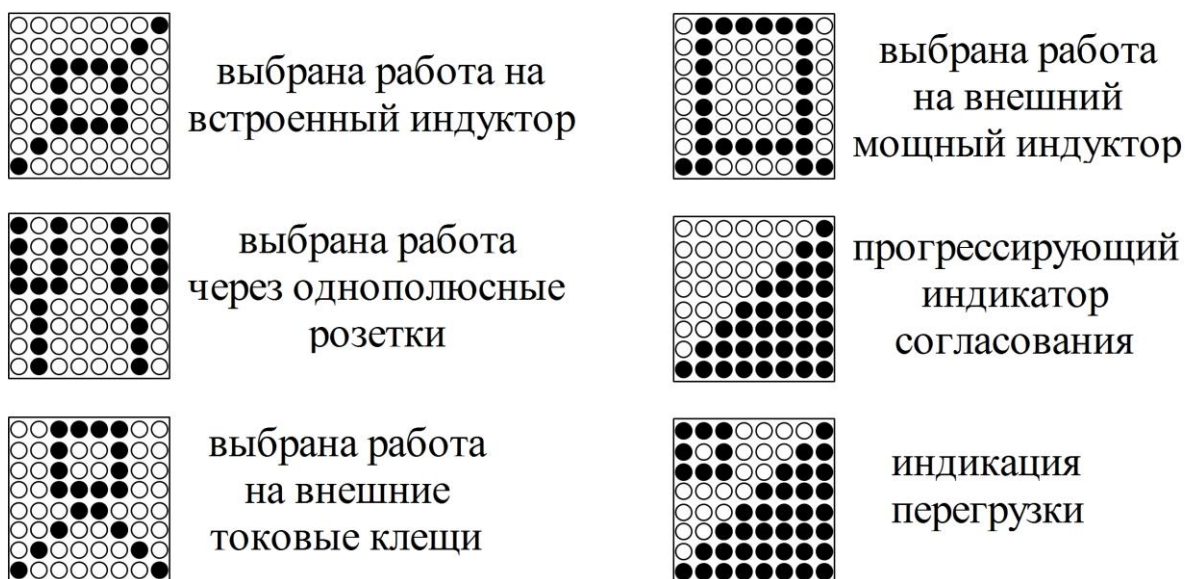

Рис.4
6.7 Мнемонические знаки (часть из них только для ФКГ 102.1), относящиеся к типам нагрузок и процессу согласования, показаны на рис.4